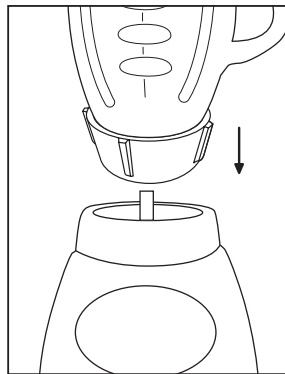

FIGURE 5
6. Mettez l'ensemble du récipient sur le bloc-moteur. (Figure 5)